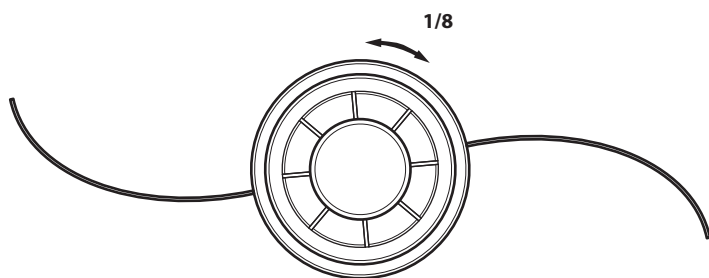

Fig. 7
- SI...** El alojamiento del eje inferior no entra completamente en el acople y los orificios no están alineados, retire el alojamiento del eje inferior, gire ligeramente el cabezal de corte (1/8 de vuelta) y repita el paso 4 (Fig. 7).